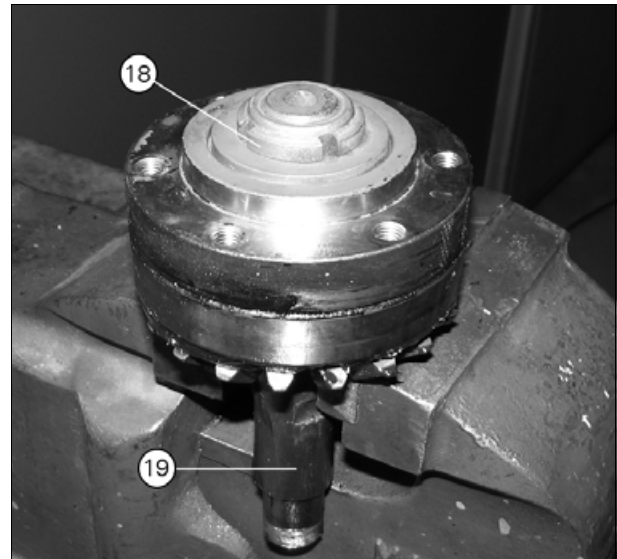

Рис. 15.
26. Затяните гайку поз. 18 моментом 147 Nm (рис. 15).